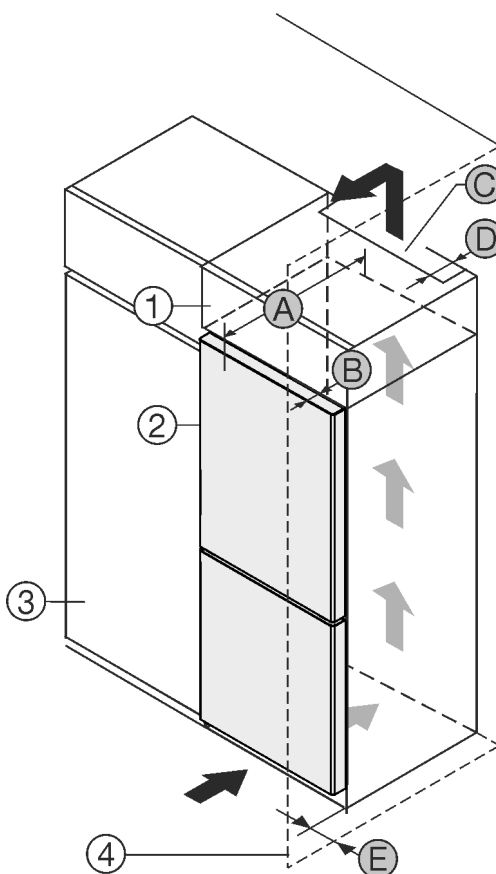

Fig. 1
Můžete přístroj nainstalovat přímo vedle kuchyňské skříňky Fig. 1 (3).*
Na zadní straně nastavné skříňky musí být větrací šachta hluboká Fig. 1 (D) přes celou šířku nastavné skříňky.*
Pod stropem místnosti musí být dodržen ventilační průřez Fig. 1 (C).*
Když přístroj instalujete závěsy vedle stěny Fig. 1 (4), musí být vzdálenost mezi přístrojem a stěnou minimálně 13 mm.*
Když přístroj instalujete závěsy vedle stěny Fig. 1 (4), musí být vzdálenost mezi přístrojem a stěnou minimálně 20 mm.*
Aby bylo možné dvířka plně otevřít, musí přístroj přesahovat o hloubku dvířek Fig. 1 (B) vůči přední linii kuchyňské skříňky. V závislosti na hloubce kuchyňských skříněk Fig. 1 (3) a použití vymezovačů odstupu od stěny může přístroj vyčnívat dále.*